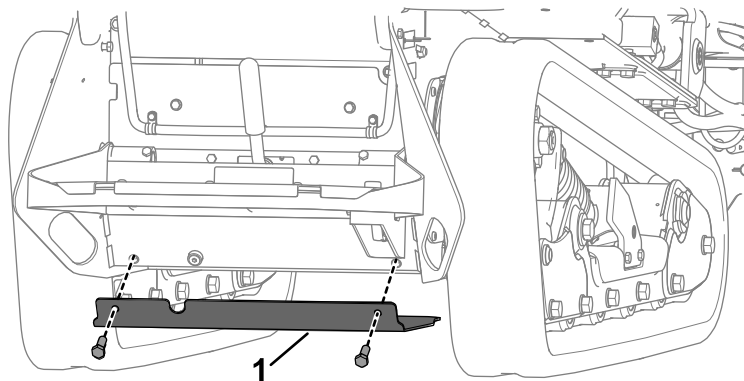

Figura 13
- 10. Retire la cubierta inferior de la unidad de tracción retirando los 2 pernos que la sujetan en su sitio (Figura 13).